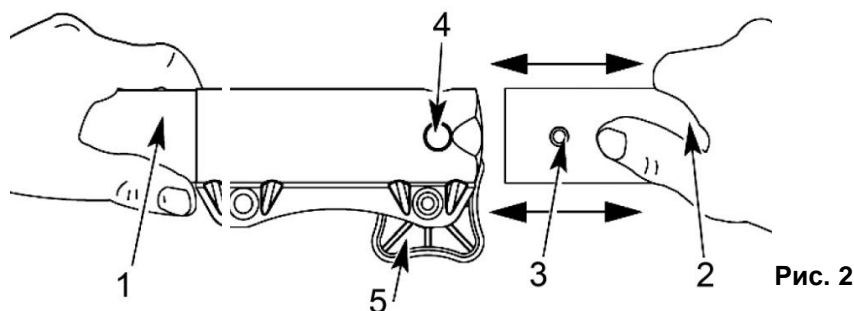

Рис. 2
- Ослабьте зажимную рукоятку (5)(См. Рис.2) соединительной муфты, открутив ее против часовой стрелки.
- При этом фиксирующая кнопка (3) должна зафиксироваться (защелкнуться) в отверстии (4)(См. Рис.2) соединительной муфты. Если фиксирующая кнопка не зафиксировалась в отверстии соединительной муфты, то следует немного повернуть нижнюю штангу относительно верхней до момента фиксации.
- Затяните зажимную рукоятку (5)(См. Рис.2) соединительной муфты, закрутив ее по часовой стрелке.